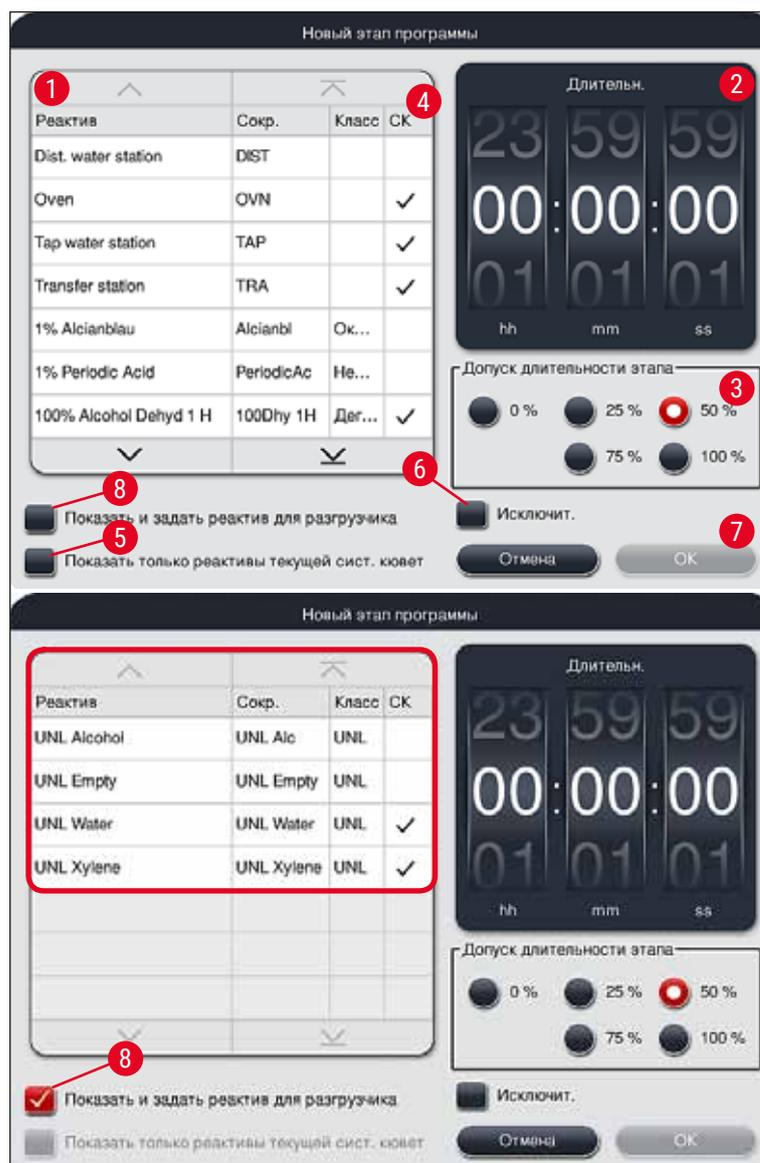

Рис. 47
- Открывается окно для определения этапа программы (→ "Рис. 47").